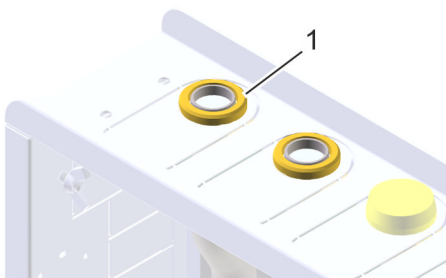

Abb. 37: Dichtungsring
3. → Sicherstellen, dass die Dichtungsringe zwischen Gewinde (Abb. 37/1) und Rohr liegen.